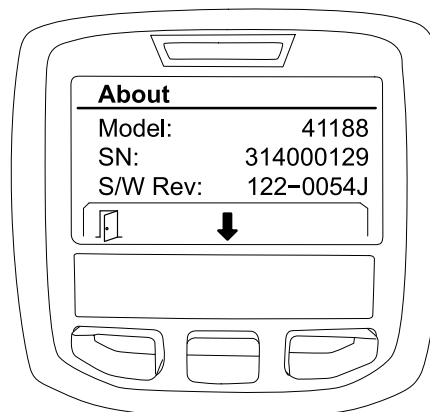

Figure 37
2. Appuyez sur le bouton de sélection central pour parcourir les options de l'écran À propos (Figure 37).